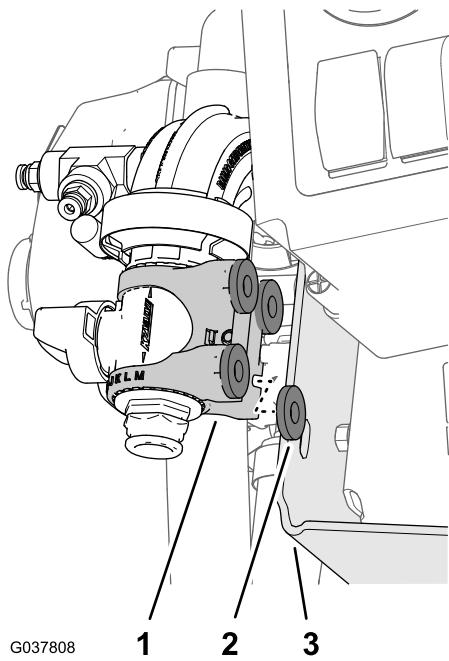

Figura 91
3. Allineate le 4 rondelle (5/16 x 13/16 poll.) tra la staffa in nylon della valvola di intercettazione delle flange e il supporto delle valvole (**Figura 91**).